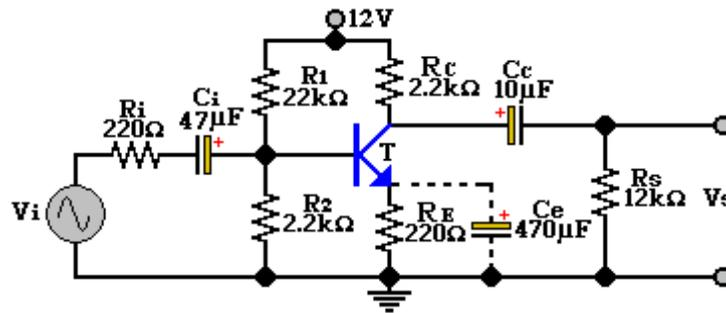

Figura 8.1
2. Del circuito de la figura 8.1 encuentre los valores indicados en la tabla 8.1 (para el valor de β refiérase al apéndice B). Encuentre la ganancia de voltaje y las impedancias de entrada y salida.
3. Realizar la simulación del circuito de la figura 8.1.
1. Arme el circuito de la figura 8.1. Todavía no conecte el capacitor de desvío C_e.
6. Conecte ahora el capacitor Ce como lo indica el dibujo en la línea punteada de la figura 8.1.
- Basado en sus datos experimentales ¿puede afirmar que el circuito de la figura 8.1 está funcionando como amplificador? ¿por qué?